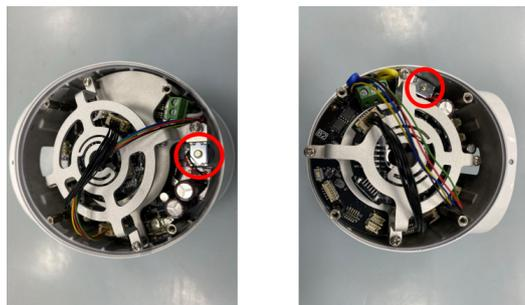

图 1-1：向下按制动销
4. 向下按下制动销并不要松开，之后，可以转动关节，如图 1-1 所示。